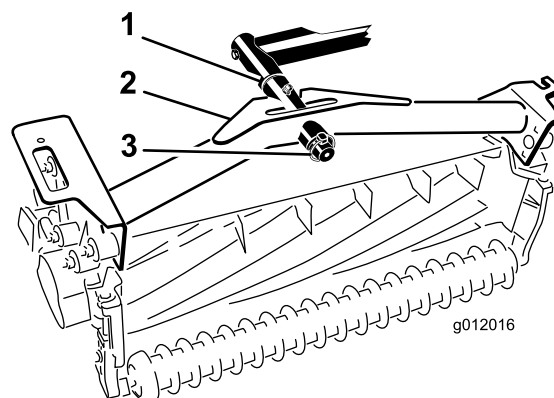

Figure 19
2. Poussez le bâti porteur de l'unité de coupe sur la tige de pivot et fixez-le avec une goupille à anneau (Figure 19).